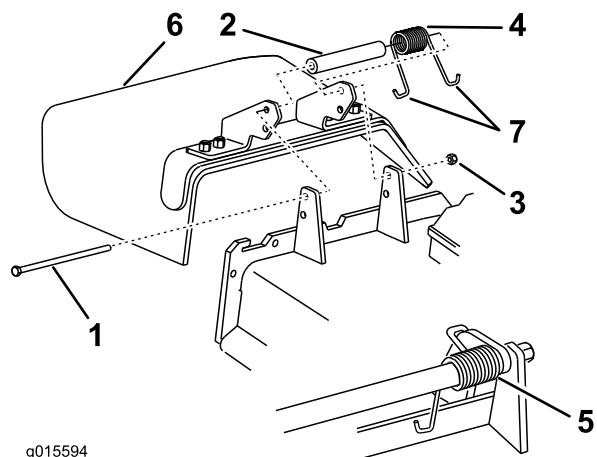

Figura 97
1. Togliete il dado di bloccaggio, il bullone, la molla e il distanziale che fissano il deflettore alle staffe orientabili del tosaerba (Figura 97). Togliete il deflettore dell'erba tagliata se è danneggiato o consumato.
**Nota:** Verificate che un'estremità **J** della molla si trovi dietro il bordo del piatto di taglio prima di montare il bullone, come illustrato nella Figura 97.
- Montate il bullone e il dado. Infilate un'estremità a gancio **J** della molla attorno al deflettore dello sfalciatore (Figura 97).